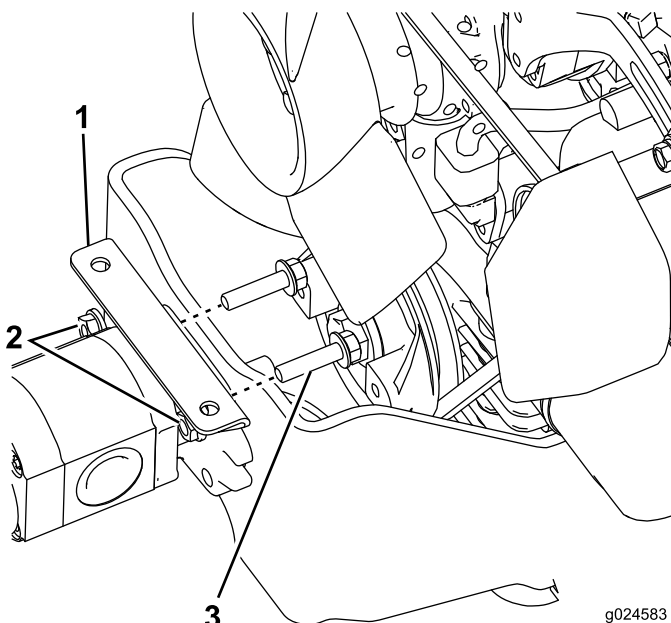

図 8
3. 既存のボルトを外して、ファンガード用ブラケットを取り付ける ; 図 8を参照。